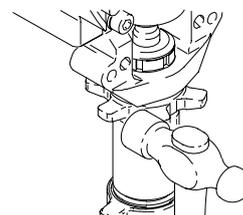

Fig. 18
6. Fig. 18. Afloje la contratuerca golpeándola firmemente con un martillo de 567 g (máximo). Desenrosque la bomba.